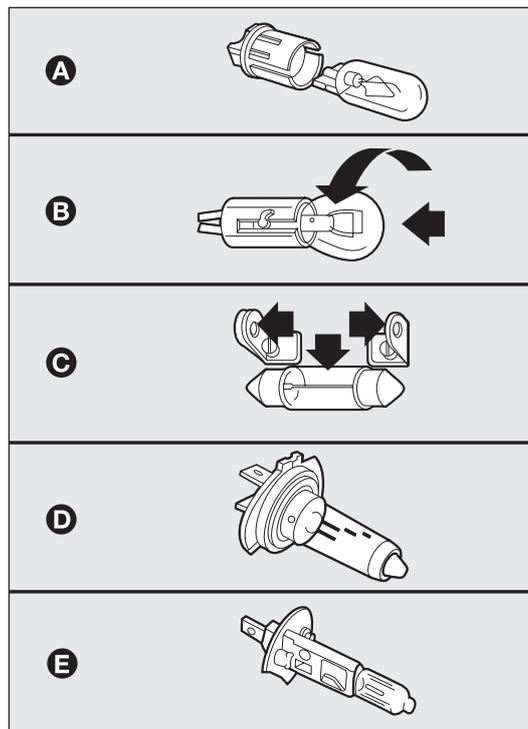

fig. 149
**TIPOS DE LÁMPARAS, fig. 149**